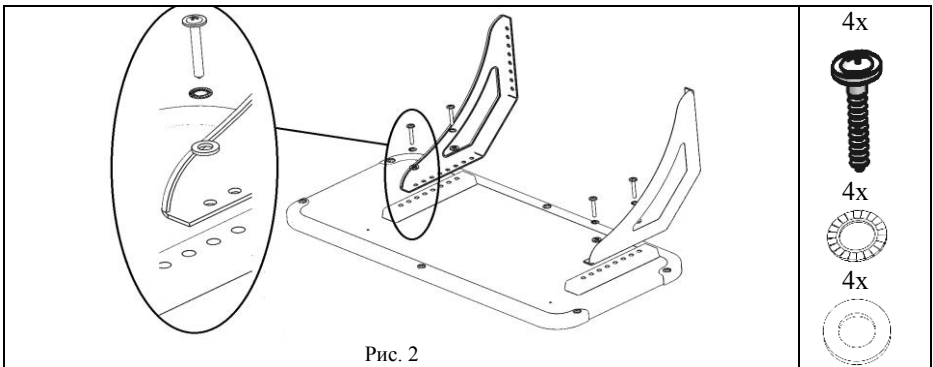

Рис. 2
5.2. К сборке по п.5.1. прикрутить кронштейны (поз. 2) с помощью саморезов с прессшайбами (поз. 1 пакет № 606) через шайбы (поз.4и5, пакет №606), см. рис. 2.